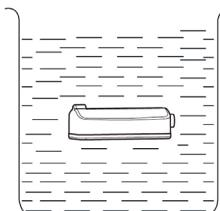

Рис. 3
- Для повышения эффективности перед первым использованием погрузите новый картридж для защиты от накипи в воду на 5 минут (Рис. 3).